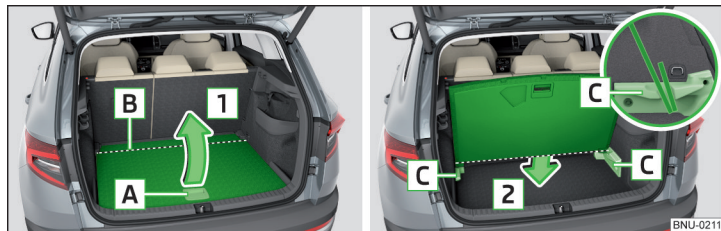

Fig. 147 Poziția de parcare a podelei variabile
- Ridicați podeaua variabilă de mânerul **A** în sensul săgeții **1**. Podeaua variabilă „se îndoaie“ în zona **B** » fig. 147.